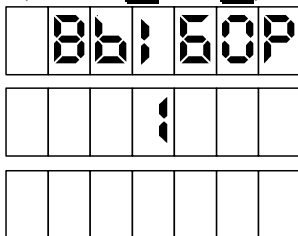

Рисунок 5
– "включен, 1 клавиатура". При подготовке заказа на всех табло будет выводиться дополнительный диалог выбора стороны (рисунок 5). Необходимо выбрать номер стороны, по которой будет производиться отпуск топлива (нажать **1** или **2**).